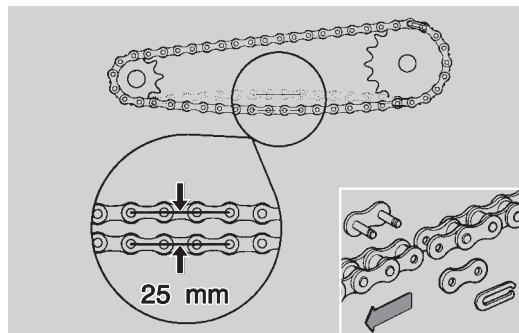

Fig. 31
- contrôler que l'oscillation verticale, en un point intermédiaire entre le pignon et la couronne dans la partie inférieure de la chaîne, soit d'environ 25 mm (Fig. 31);
En cas de démontage et remontage de la chaîne, veiller à ce que la pincette du maillon de jonction soit installée avec la partie ouverte tournée vers la partie opposée à la direction de marche (Fig. 31).